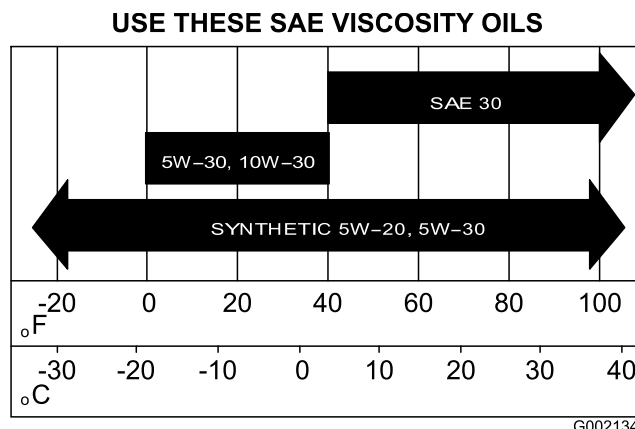

図 42
5. 所定のエンジンオイルを入れる(図 42)(エンジンオイルの交換モデル 07273 と 07273TC(ページ 34))を参照。